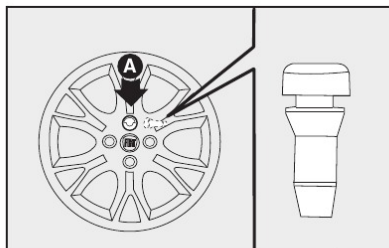

fig. 10
- Colocar a calota cuidando para que o símbolo ◀▶, na parte interna, fique em correspondência com a válvula, e dessa maneira o furo maior da calota **A-fig. 10** passe pelo parafuso já fixado.